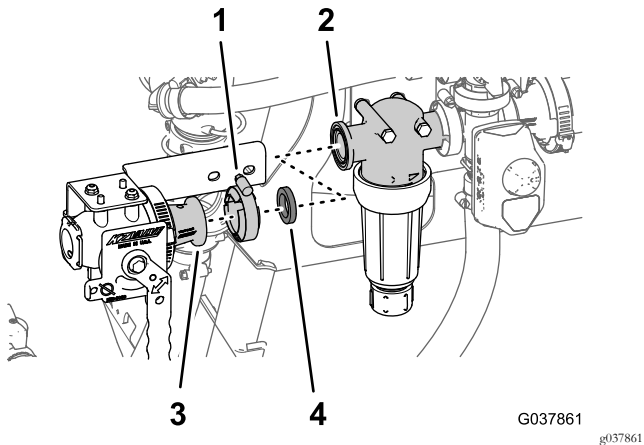

図 63
- エダクタ停止バルブのフランジとガスケット25 x 35 mmを、フィルタヘッドのフランジ 図 63に組み付ける。
- エダクタ停止バルブをフィルタヘッドに組み付ける 図 63フランジクランプ40~64 mmを使用する。